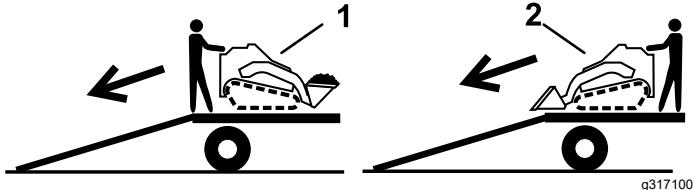

Figura 21
2. Descargue la máquina del remolque por la rampa con el extremo más pesado hacia arriba, y la carga en la posición más baja posible (Figura 21).